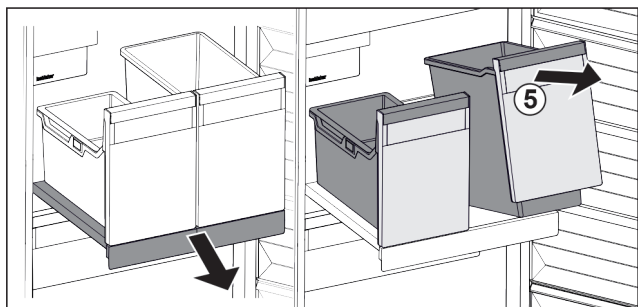

Fig. 33
- ▶ Levantar el recipiente Fig. 33 (5) por delante.